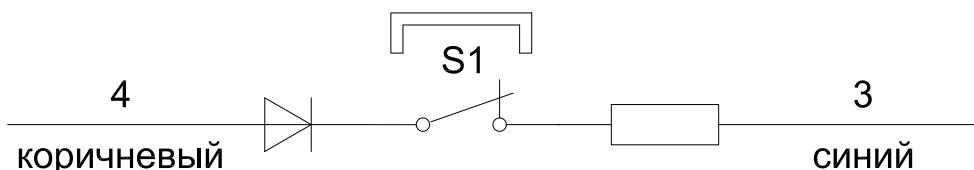

Рис.2
3.3. Электрическая схема датчика, см. Рис. 2.